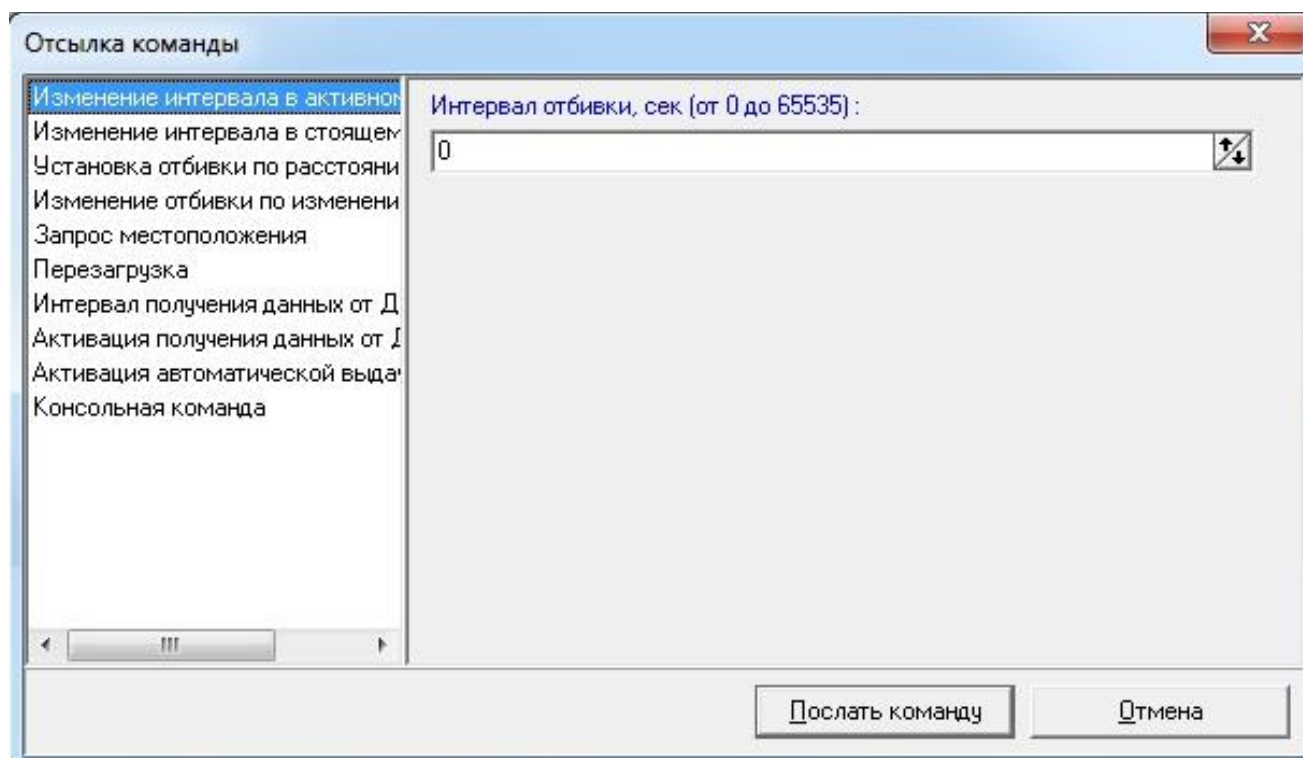

Рисунок 139 – Форма «Отсылка команды»
- 2 Вызвать пункт контекстного меню «Послать команду». Программа предоставит форму «Отсылка команды» (см. Рисунок 139).
- 3 Выбрать требуемую команду из списка. Задать, при необходимости, параметры команды. Рисунок 139 иллюстрирует параметр «Интервал отбивки, сек (от 0 до 65535)», который устанавливает период посылок с телематическими данными от АТ ТС к Программе в процессе движения ТС для команды «Изменение интервала в активном режиме».